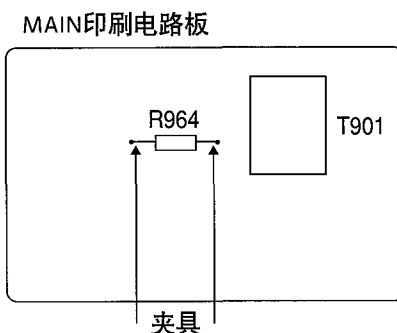
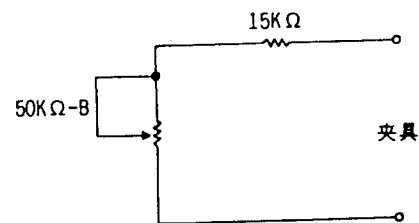

图 1
图 3
5. 把设定开关关掉，然后把图3所示的夹具接在图1所示的R964的两端。